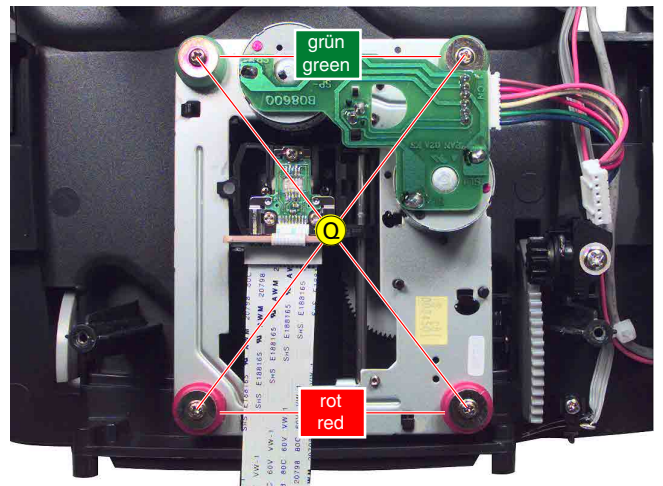

Fig. 11
- 4 Schrauben (⊙) (Fig. 11) herausschrauben.
- Undo 4 screws (⊙) (Fig. 11).